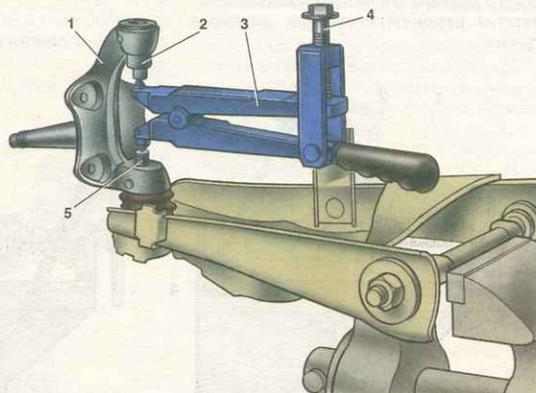

Рис. 5.15. Отсоединение нижнего рычага: 1 – поворотный кулак; 2 – упор; 3 – приспособление 67.7801.9513; 4 – болт; 5 – палец шарового шарнира
- отверните гайку крепления пальца нижнего шарнира и установите между пальцами шарнира и упором 2 (рис. 5.15) съемник 67.7801.9513; завертывая болт съемника, выпрессуйте палец и снимите нижний рычаг с кулака;